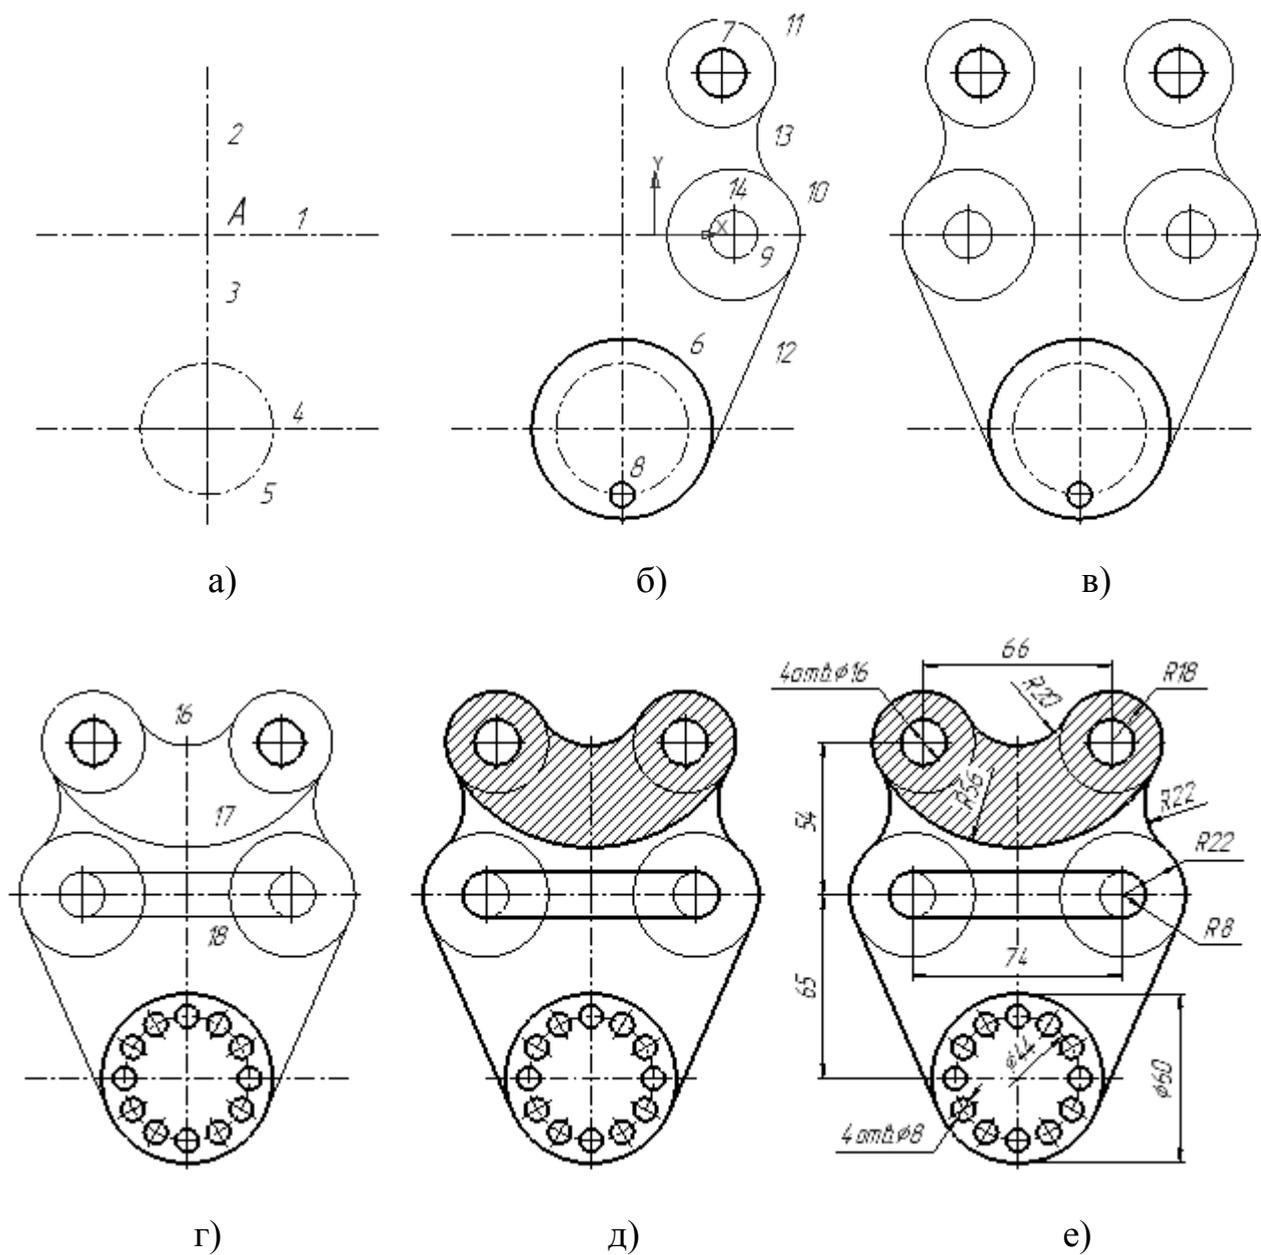

Рисунок 39
Командой **Отрезок** построить (рисунок 39а) штрих – пунктирной тонкой линией горизонтальный (1) отрезок длиной 118 (при задании второй точки смотрим по счётчику), из его середины вверх вертикальный (2) длиной 56, вниз длиной 97 (3). Длину линий выбираем исходя из расчётной (осевая должна выступать за контур на 1...5 мм).
Перенести начало координат в точку A (рисунок 39а).
Командой **Окружность** толстой линией построить следующие окружности (рисунок 39б):
Командой **Окружность** построить следующие окружности (рисунок 39б):
7. Командой **Зеркально отразить** относительно вертикальной оси создать левую часть контура (рис. 39в). Объекты (7), (9), (10), (11), (12), (13), (14) выбирать последовательным указанием на них, удерживая клавишу «**Shift**».
Командой **Скругление** построить дугу (16) радиусом 22 и дугу (17) радиусом 56, при этом скругляемые объекты указывать вблизи ожидаемых точек сопряжения (рисунок 39г).
Командой **Собрать контур** обвести недостающие элементы (рисунок 39д).